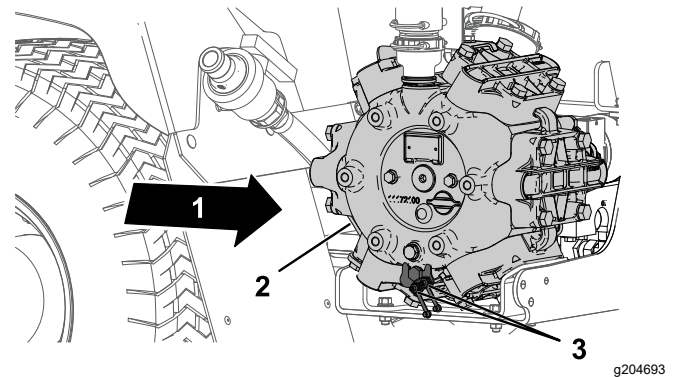

Figura 67
- Pulite con un panno i 2 raccordi di ingrassaggio remoto (Figura 67).
- Pompate del grasso nel raccordo di ingrassaggio remoto (Figura 67).